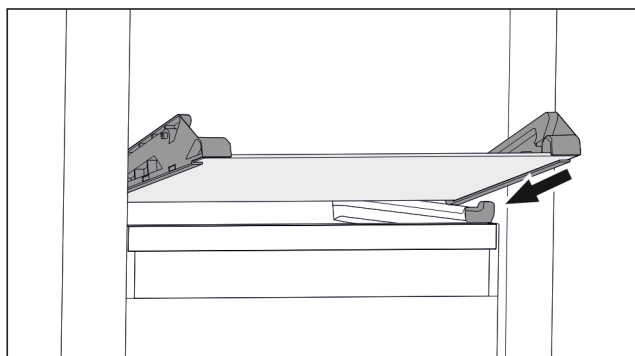

Fig. 71 Sklenená doska sklopnej zásuvky
- Nasadte sklenenú dosku šikmo za zádržkami. (pozri Fig. 71)